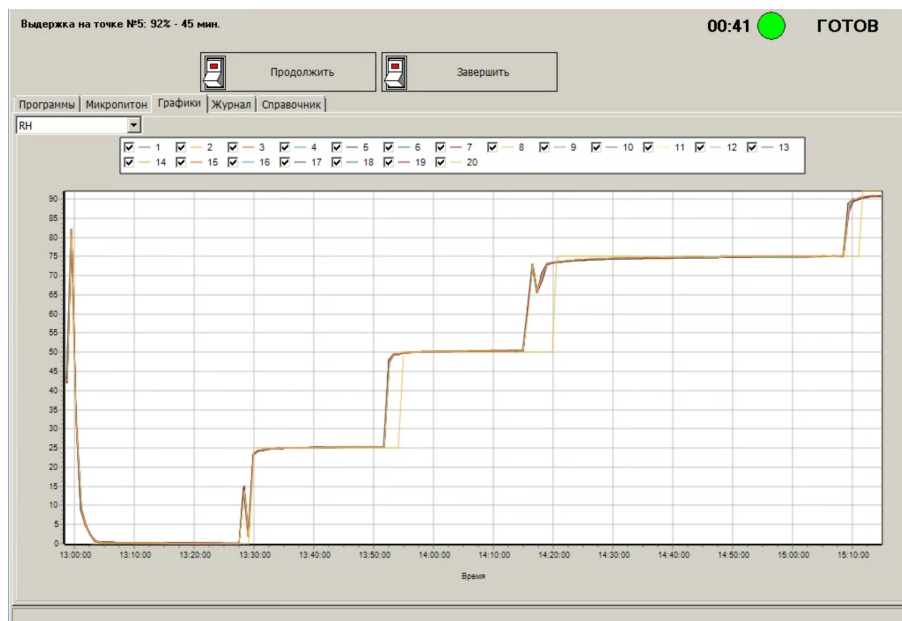

Рисунок 7 – Вкладка «Графики».
3.4.4. Вкладка «Графики» (Рисунок 7) содержит 5 серий графиков, которые настраиваются автоматически в соответствии с запущенным скриптом. Двойной клик на свободной от графиков области позволяет включить или выключить сразу все графики. Показания эталона (при наличии) отображаются на графике №20; показания контрольного датчика (при наличии) – на графике №19.
- 6.3.8.4. На вкладке «Графики» (Рисунок 7) будут отображаться показания термогигрометров: при выборе в выпадающем списке «RH» - относительной влажности, «Т» - температуры; при градуировке – «FH» - натуральные значения сенсора влажности, «FT» - натуральные значения сенсора температуры. График 19 – показания контрольного датчика генератора, график 20 – воспроизводимое генератором значение относительной влажности (для «RH») или температура измерительной камеры генератора (для «Т»).
- 6.3.9.2. Контролируйте стабилизацию показаний зондов по соответствующей серии графиков (Рисунок 7). Когда показания перестанут значительно меняться, нажмите на тумблер «Записать точку».